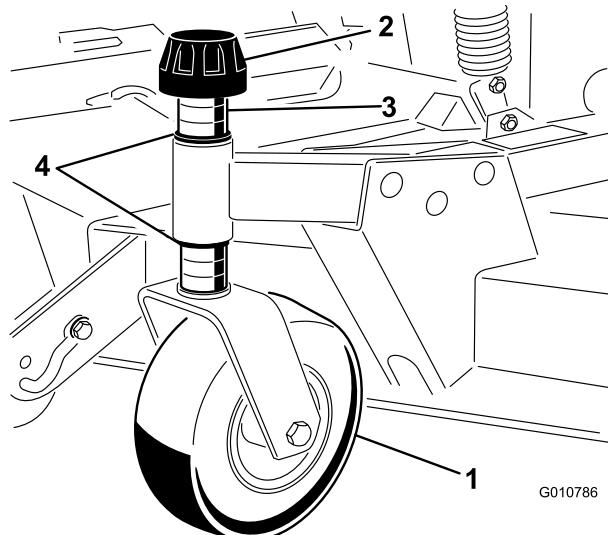

図 8
- スピンドルシャフトからテンショニングキャップを外し、前キャスタアームからスピンドルを抜き出す (図 8)。